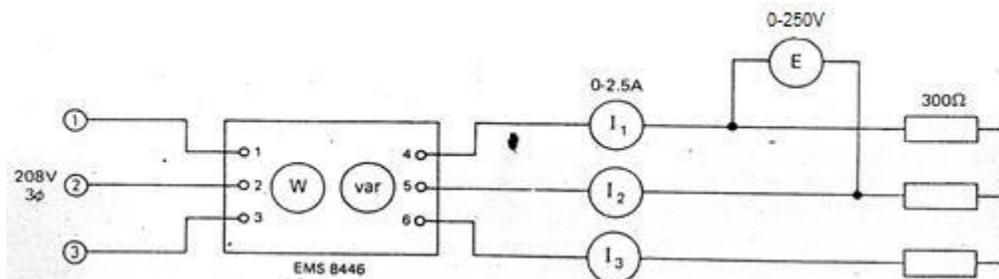

Figura 5
1. Usando una carga de tres resistencias de $300\ \Omega$, conectados en estrella, como se ve en la figura 5, mida E , I , W , Var y anote los resultado en la tabla 1.